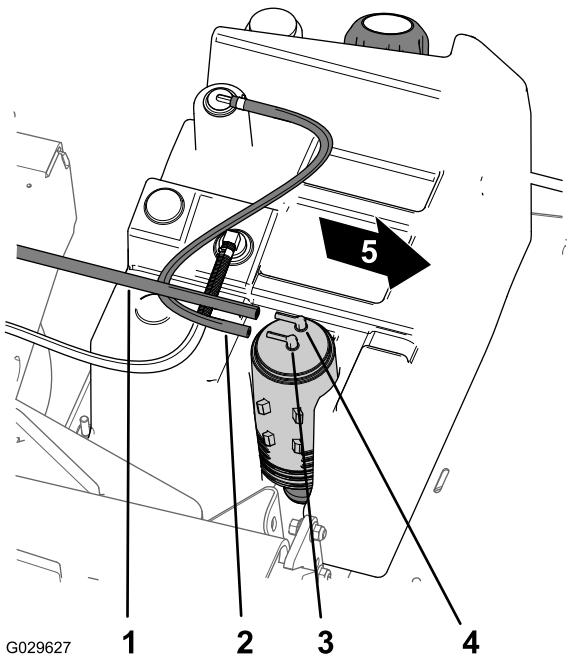

Figura 44
1. Retire o tubo de vácuo da união no recipiente de carbono assinalada Purga (Figura 44).
2. Retire o tubo do depósito de combustível da união no recipiente de carbono assinalada Combustível (Figura 44).
8. Monte o tubo de vácuo na união no recipiente de carbono assinalada Purga e o tubo do depósito de combustível na união assinalada Depósito de combustível (Figura 44).